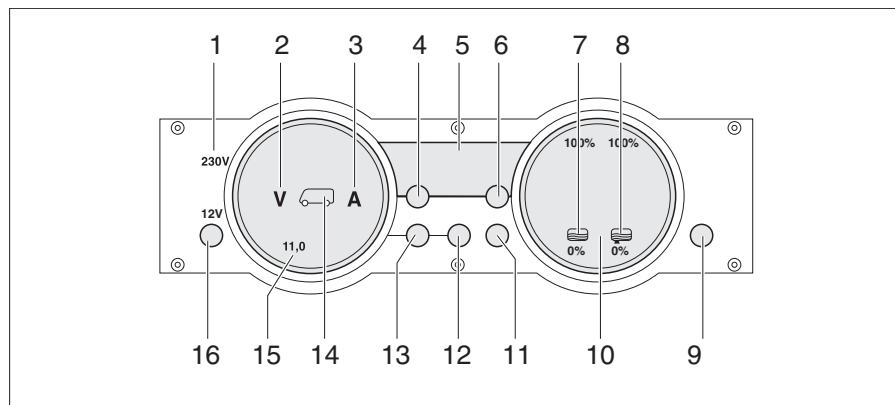

Fig. 226 Panel MP 20-S
La luz de control de 230 V (Fig. 226,1) se enciende cuando hay tensión de red en la entrada del bloque eléctrico.
El interruptor principal de 12 V (Fig. 226,16) conecta y desconecta el panel y la alimentación de 12 V del habitáculo.
- Pulsar la tecla "12 V" (Fig. 226,16) brevemente. La alimentación de 12 V del habitáculo está conectada. La visualización de control "12 V" está encendida.
- ▷ En caso de que después de la conexión parpadeen tanto el LED "11,0" de la visualización de voltios así como el símbolo Voltios "V" (Fig. 226,2) en el instrumento indicador Baterías (Fig. 226,15), será demasiado baja la tensión de la batería del habitáculo. Cargar la batería.
- ▷ En caso de que después de la conexión parpadeen tres veces la visualización de control "12 V", el símbolo Batería del habitáculo (Fig. 226,14) y el símbolo Voltios "V" (Fig. 226,2), estará activada la separación de batería. Desactivar la separación de batería.
- Pulsar la tecla "12 V" (Fig. 226,16) brevemente. La alimentación de 12 V del habitáculo está desconectada. La visualización de control "12 V" se apaga.
- Pulsar la tecla Batería del habitáculo (Fig. 226,12) y mantenerla pulsada aprox. 10 segundos. Los símbolos Voltios "V" (Fig. 226,2) y Amperios "A" (Fig. 226,3) parpadean tres veces. La batería del habitáculo está separada de la red de a bordo de 12 V.
- Pulsar la tecla "12 V" (Fig. 226,16) y mantenerla pulsada aprox. 5 segundos. El símbolo Voltios "V" (Fig. 226,2) parpadeará tres veces. La batería del habitáculo está conectada a la red de a bordo de 12 V. La visualización de control estará encendida durante aprox. 2 segundos.
- Pulsar la tecla de la batería del habitáculo " (Fig. 226,12). El símbolo Voltios "V" (Fig. 226,2) estará encendido. Según la carga o la descarga, el símbolo Amperios "A" estará encendido de color blanco o bien rojo. La tensión de la batería y la corriente de la batería del habitáculo son visualizadas a través de LEDs en el instrumento indicador.
- Pulsar la tecla de la batería del motor de arranque " (Fig. 226,13). El símbolo Voltios "V" (Fig. 226,2) estará encendido. La tensión de la batería del motor de arranque es visualizada a través de LEDs en el instrumento indicador.
- Pulsar la tecla de los depósitos "  " (Fig. 226,11). Los símbolos Depósito de agua "  " (Fig. 226,7) y Depósito de aguas residuales "  " (Fig. 226,8) estarán encendidos. Los niveles de llenado del depósito de agua (escala izquierda) y del depósito de aguas residuales (escala derecha) serán visualizados a través de LEDs en el instrumento indicador.
El símbolo Voltios "V" (Fig. 226,2) y el LED "11,0" parpadearán tan pronto la tensión de la batería caiga abajo de 11 V (medición durante el funcionamiento) y exista el riesgo de una descarga completa.
El símbolo Depósito de agua "☰" (Fig. 226,7) o el símbolo Depósito de aguas residuales "☷" (Fig. 226,8) parpadeará si el depósito de agua está vacío o el depósito de aguas residuales está lleno.
A través del visualizador digital (Fig. 226,5) es posible visualizar la temperatura interior y la temperatura exterior.